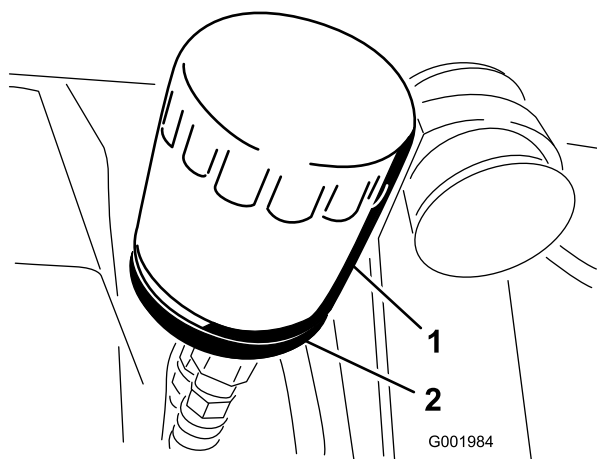

Figura 49
2. Retire el filtro de aceite (Figura 49).
5. Instale el filtro de aceite nuevo en el adaptador del filtro. Gire el filtro en el sentido de las agujas del reloj hasta que la junta de goma entre en contacto con el adaptador del filtro, luego apriete el filtro 1/2 de vuelta más (Figura 49).